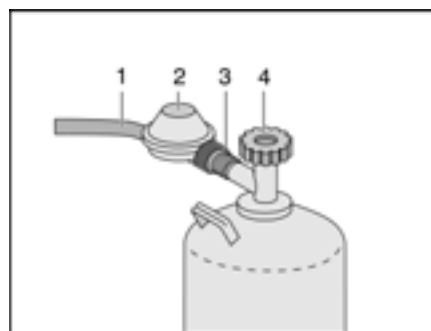

Fig. 173 Raccord bouteille de gaz
- Fermer le robinet principal (Fig. 173,4) de la bouteille de gaz. Observer le sens de la flèche.
- Maintenir le régulateur de pression de gaz (Fig. 173,2) et ouvrir l'écrou moleté (Fig. 173,3) (filetage à gauche).
- Retirer le régulateur de pression du gaz avec la lyre (Fig. 173,1) de la bouteille de gaz.
- Placer le régulateur du gaz (Fig. 173,2) avec le flexible de gaz (Fig. 173,1) sur la bouteille de gaz et serrer à fond l'écrou moleté (Fig. 173,3) (filetage à gauche).